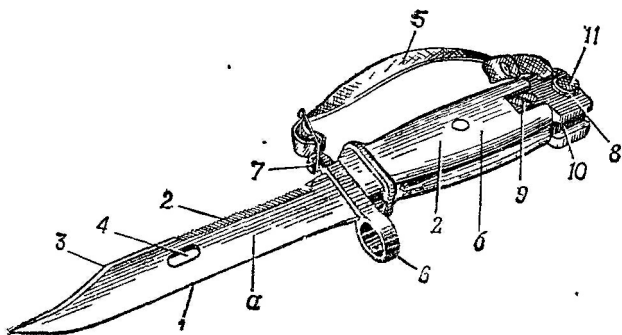

Рис. 44. Штык-нож
24. Штык-нож (рис. 44) присоединяется к автомату для поражения противника в бою. Кроме того, он используется в качестве ножа, пилы (для распиловки металла) и ножниц (для резки проволоки) Провода осветительной сети необходимо резать по одному, сняв предварительно ремень со штыка-ножа и подвеску с